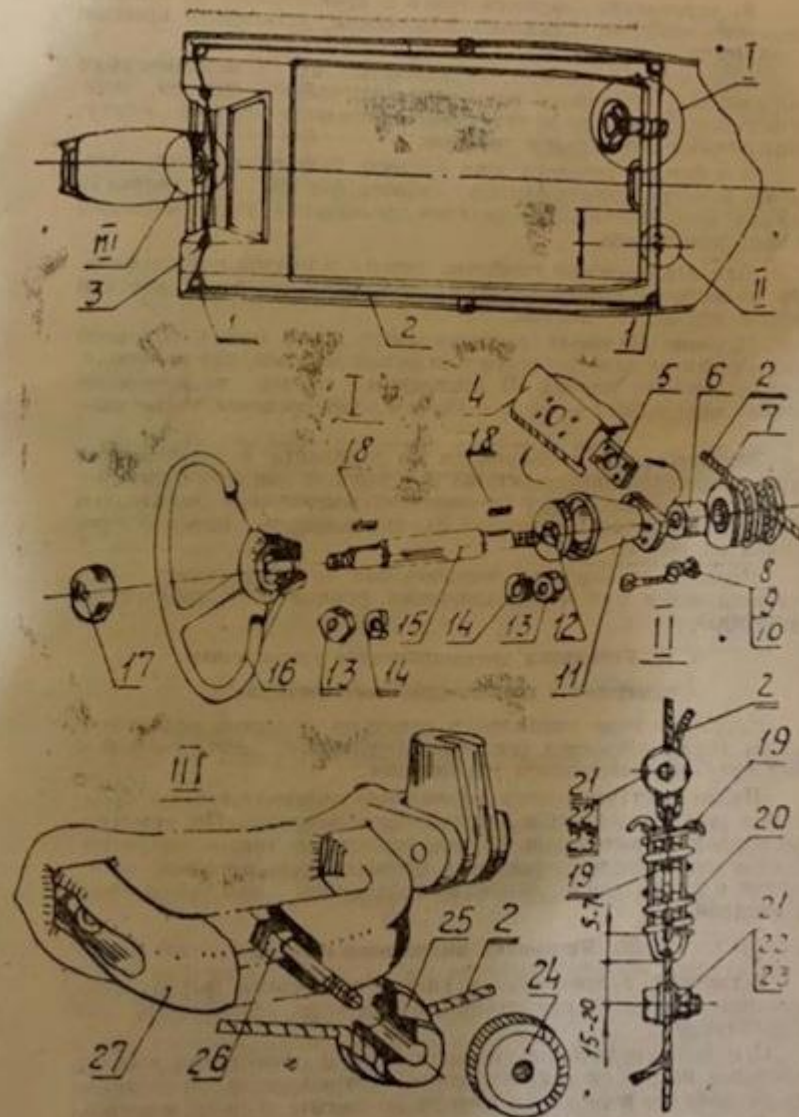

Рис. 7
6. 4. Наладка рулевого устройства (см. рис. 7).